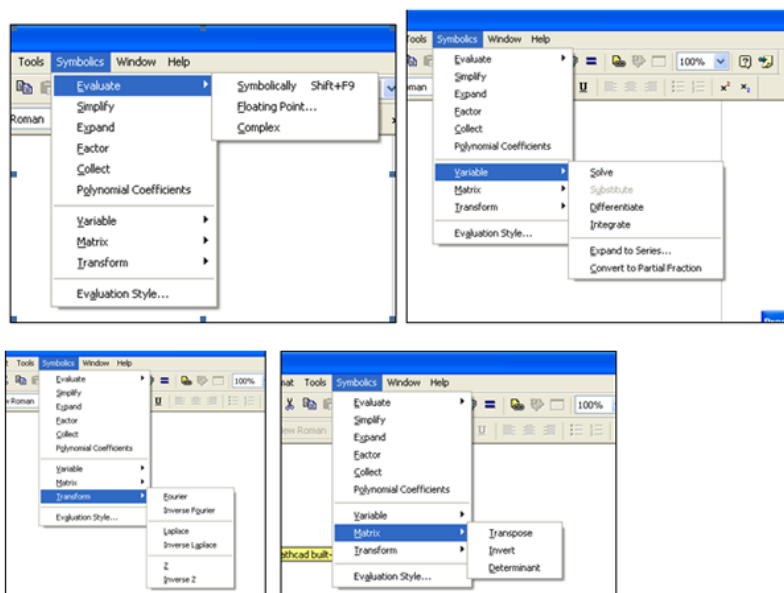

Рис. 23. Команды меню Symbolics
- выбрать необходимую операцию (Рис. 23).